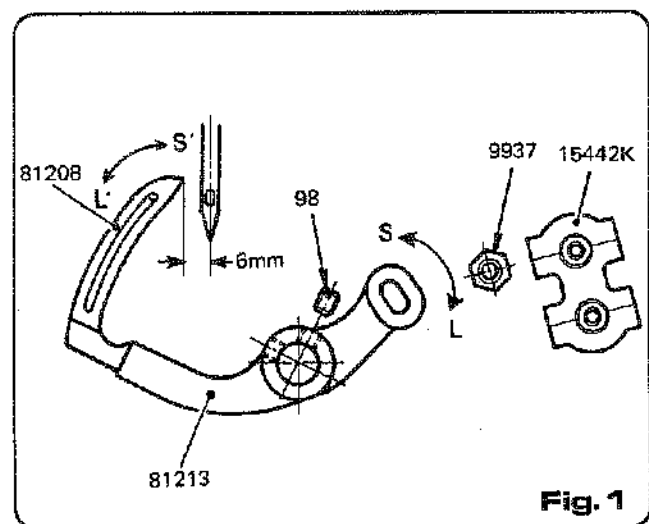

Fig. 1
Insert a looper (81208) into the looper rocker (81213). Turn the pulley clockwise, and check the distance between the needle center and the looper point in the lowest position of the needle bar just before moving upwards. The distance should be 6mm as shown in (Figure 1).
- 針とルーパーの距離 (Fig. 1)
針がもっとも下がったとき、ルーパーの先端と針の中心までの距離は6mmです。(Fig. 1) 距離の調整は次の通りです。